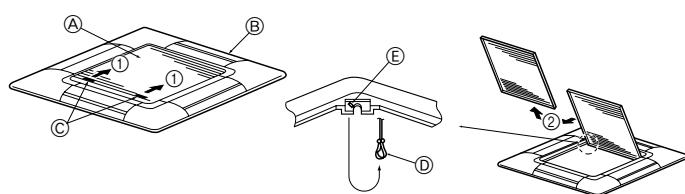
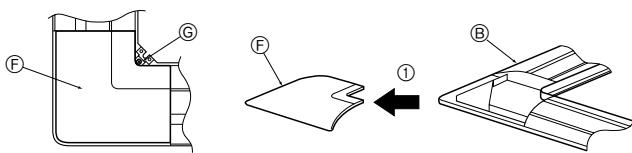

Fig. 5-3
Fig. 5-4
5.2. Preparación para conectar la rejilla (Fig. 5-3)
- Con la plantilla ③ que se suministra con este equipo, ajuste y compruebe la posición de la unidad en el techo. Si la unidad no está colocada en el techo de forma adecuada, podrían producirse escapes de aire o generarse una condensación.
5.2.1. Extracción de la rejilla de admisión (Fig. 5-3)
- Deslice las palancas en la dirección indicada mediante la flecha ① para abrir la rejilla de admisión.
- Con la rejilla de admisión en posición "abierta", extraiga la bisagra de la rejilla de admisión de la rejilla tal y como se indica mediante la flecha ②.
5.2.2. Extracción del panel angular (Fig. 5-4)
- Extraiga el tornillo de la esquina del panel angular. Deslice los paneles angulares indicados por la flecha ① para extraer este panel.